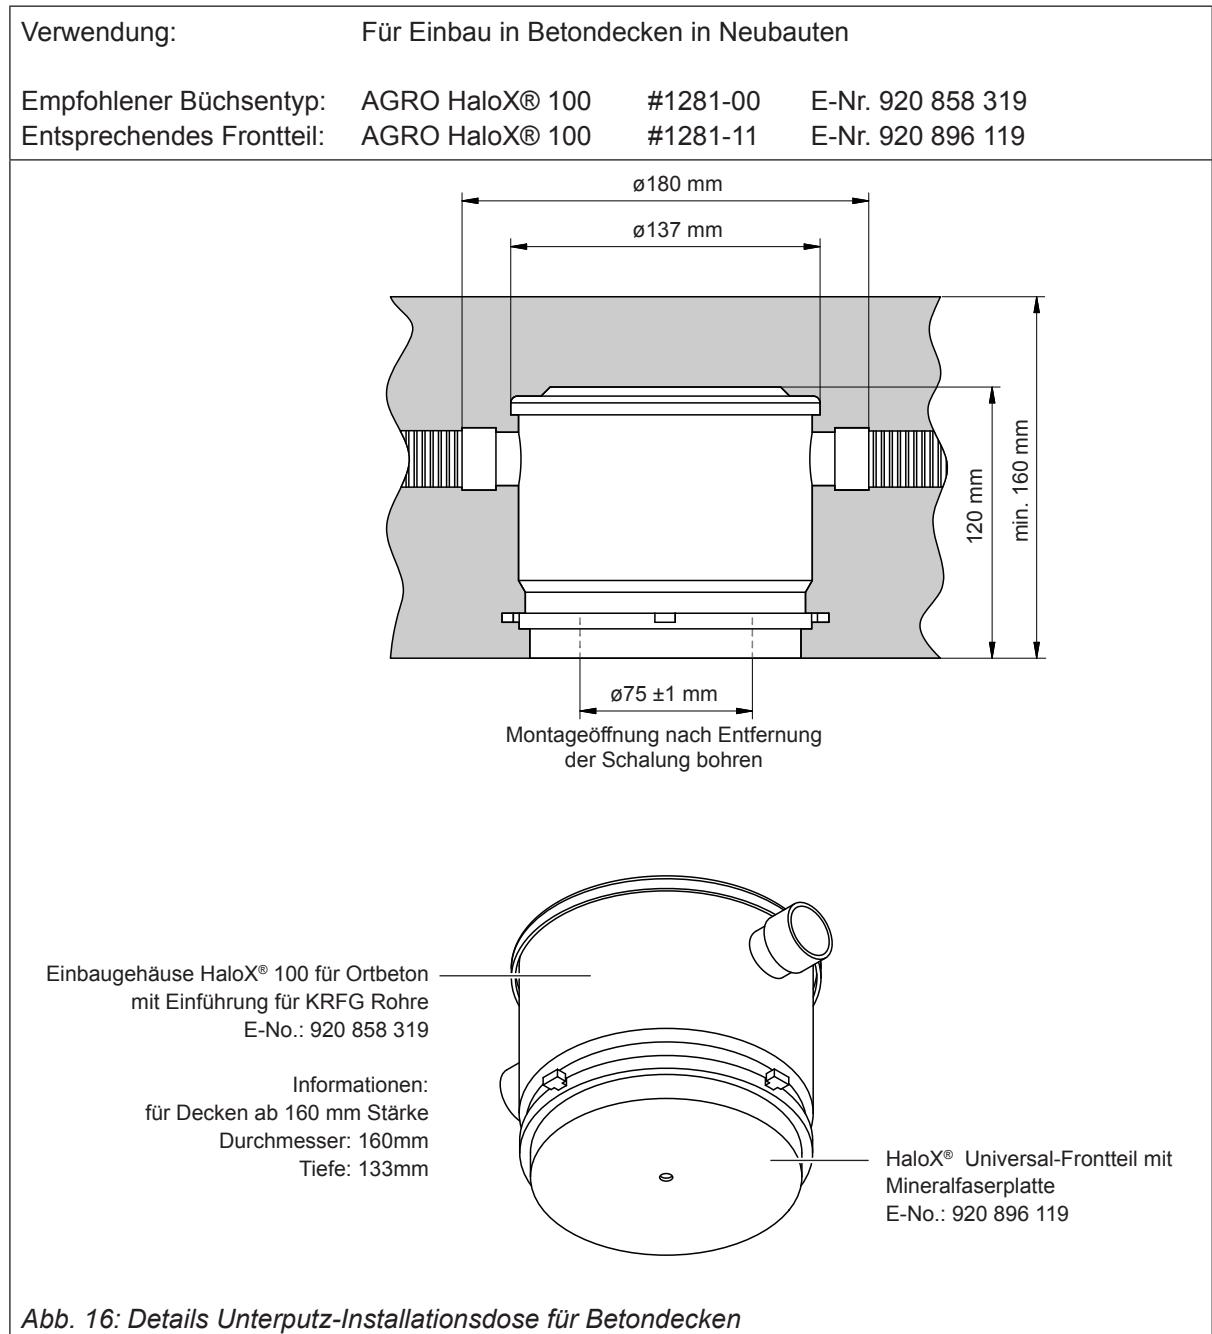

Abb. 16: Details Unterputz-Installationsdose für Betondecken
- Bei Betondecken sind die Führungsrohre in die beiden dafür vorgesehenen Einführungen in den Installationsdosen zu stecken und so zu befestigen (siehe Abb. 16), dass diese während der Einbringung des Betons nicht herausrutschen können.